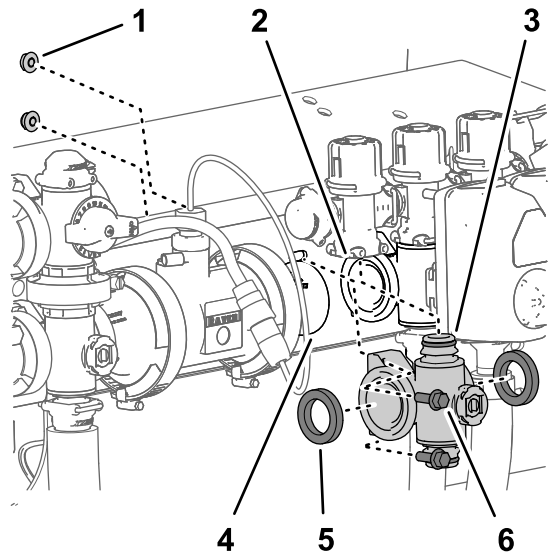
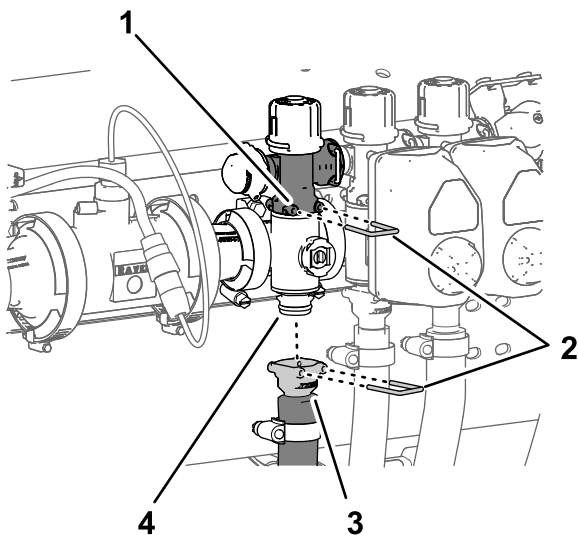

Figure 117
Figure 118
1. Alignez les 2 joints que vous avez retirés à la section Dépose de la valve de collecteur de section (page 85) et les brides du collecteur de vanne de section (Figure 117).
2. Alignez la bride du collecteur de vanne de section entre les brides des autres vannes de section et/ou adaptateur d'accouplement (Figure 117).
3. Fixez le raccord rapide du collecteur de vanne de section au raccord rapide femelle de la vanne de dérivation de section à l'aide d'un l'étrier de fixation (Figure 117 et Figure 118).
5. Pour les collecteurs de vanne de section gauche et droit, fixez le collecteur de vanne de section au support de vannes (Figure 117) à l'aide des 2 boulons à embase ($\frac{1}{4}'' \times \frac{3}{4}''$) et des 2 contre-écrous à embase ($\frac{1}{4}''$) que vous avez
- Fixez le raccord rapide du flexible de section au raccord rapide du collecteur de vanne de section à l'aide de l'étrier de fixation (Figure 118).